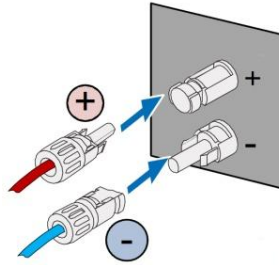

Abb. 5.5 PV-DC-Strang, angeschlossen am Wechselrichter
(1) Schließen Sie die positiven und negativen Anschlüsse der angeschlossenen PV-Stränge an den entsprechenden Positionen des DC-Anschlusses des Wechselrichters an und überprüfen Sie den festen Anschluss, wie in Abb. 5.5 dargestellt;
(2) Wenn Sie den DC-Steckverbinder vom Wechselrichter demontieren, führen Sie die Spitze eines Schlitzschraubendrehers in die erhabene Öffnung in der Mitte des Steckverbinders ein und ziehen das bewegliche Ende des Steckverbinders heraus.